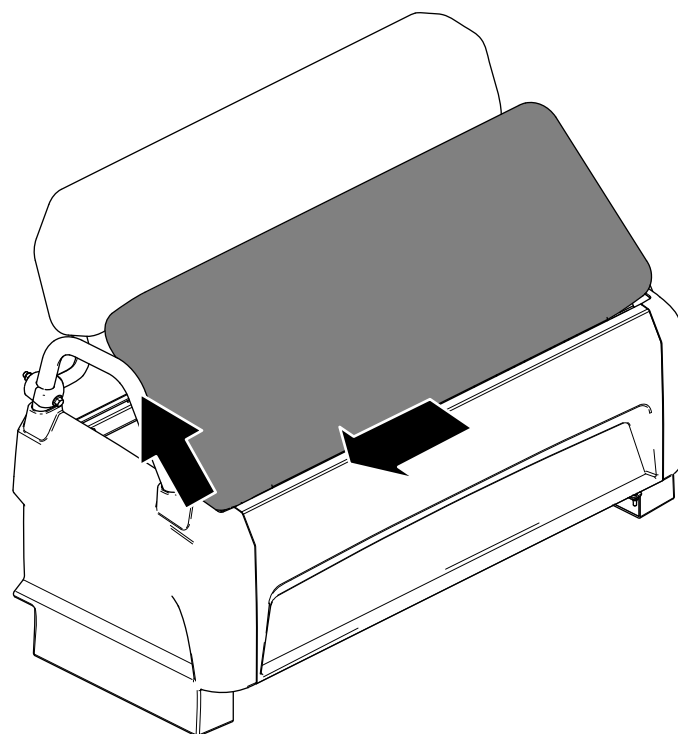

Figure 28
2. Faites glisser le coussin sur le côté pour le dégager des goupilles, puis soulevez-le (Figure 28).